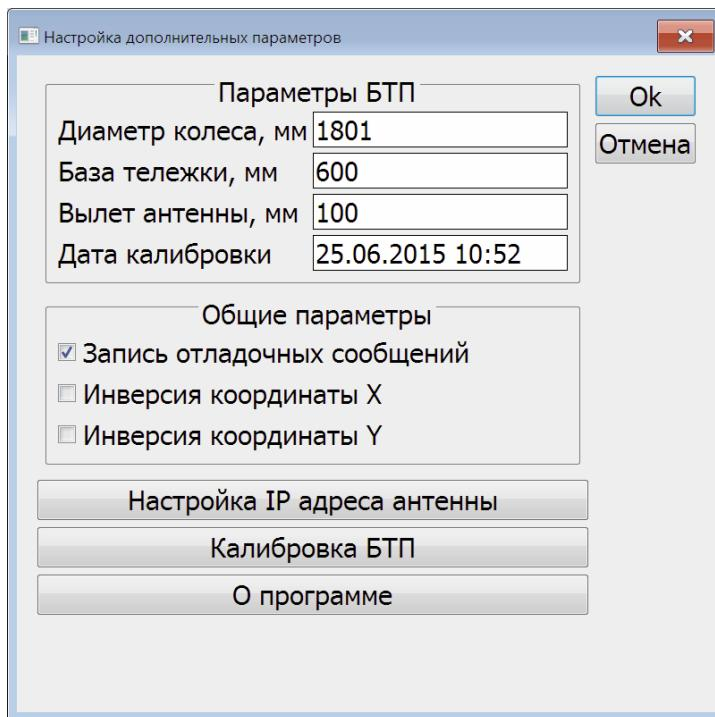

Рис. 7.8 - Окно дополнительных настроек параметров
- Кнопка «**Дополнительные параметры**» - открывает окно дополнительных параметров, представленное на Рис. 7.8 (подробнее см. ниже)